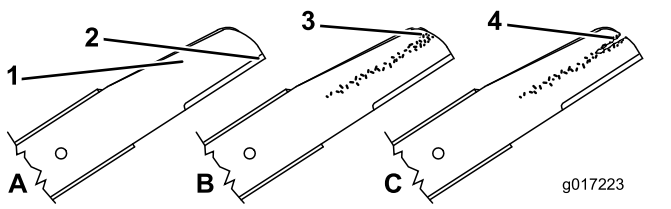
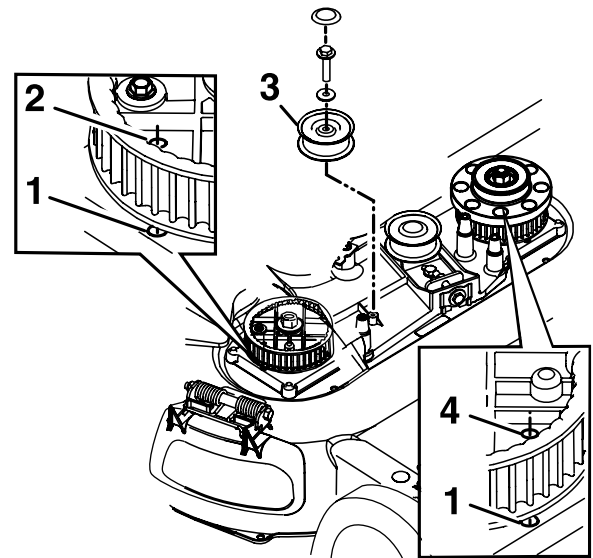

Figure 36
**Figure 42**
1. Examinez le tranchant des lames (Figure 36). Si elles sont émoussées ou présentent des indentations, déposez les lames et affûtez-les ou remplacez-les.
2. Inspectez les lames, surtout la partie relevée (Figure 42). Remplacez immédiatement toute lame endommagée, usée ou qui présente une entaille (Figure 36).